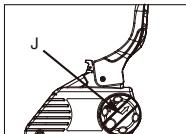
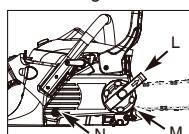

Fig. 3F
Fig. 3G
10. Gire el botón (J) HACIA LA IZQUIERDA hasta que la CHAVETA (K) esté al final de su recorrido. (Fig. 3F)
12. Bloquee el tornillo (N) y siga el paso 13 para ajustar la tensión de la cadena.
13. Gire el anillo de tensión hacia la derecha (M); tire del botón de control en dirección de la flecha (L) para girar a la derecha y, a continuación, pulse el botón de control hacia atrás. (Fig. 3G)